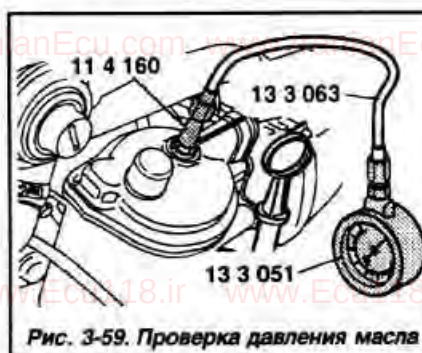

Рис. 3-59. Проверка давления масла
• Вывернуть болт из крышки корпуса масляного фильтра и присоединить к отверстию шланг манометра (рис. 3-59).